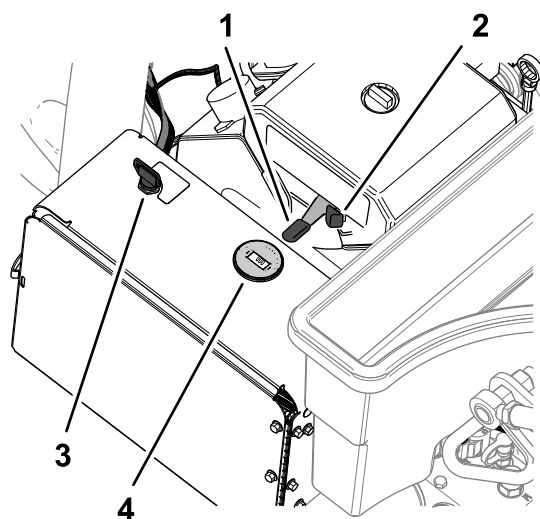

Figura 78
- Mutați maneta de accelerație (Figura 78) în poziția LENT.